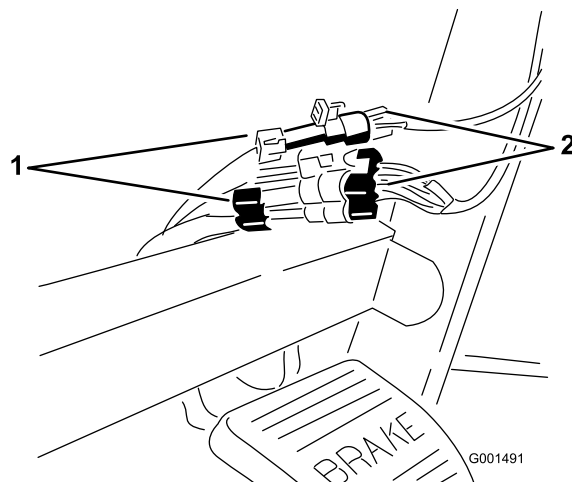

図 7
7. スレープロの電気コードのコネクタを、ダッシュボード下にあるコネクタに接続する(図 7)。